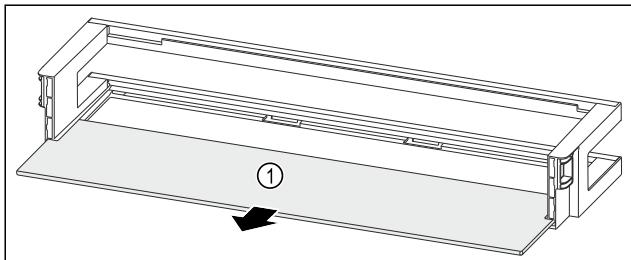

Fig. 142 Türabsteller mit Abstellfläche
- Abstellfläche Fig. 142 (1) entnehmen.